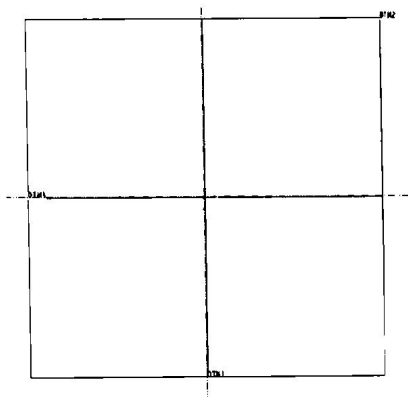

图 2-2 绘图平面
2. 制作绘图平面。在菜单管理器(Menu Manager)中依次执行 PART→Feature→Create→Solid→Protrusion→Extrude→Solid→Done 命令和 ATTRIBUTES→Both Sides→Done 命令，此时，系统会要求选取一个平面，在屏幕中选取 TOP 参考面后，执行菜单管理器中的 Okay→Default 命令，即可出现如图 2-2 所示界面。